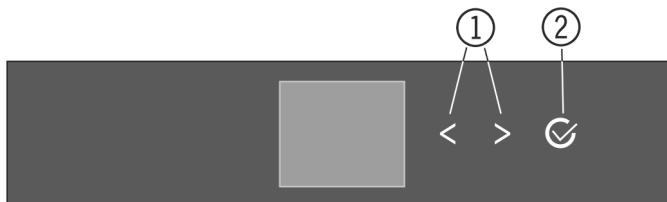
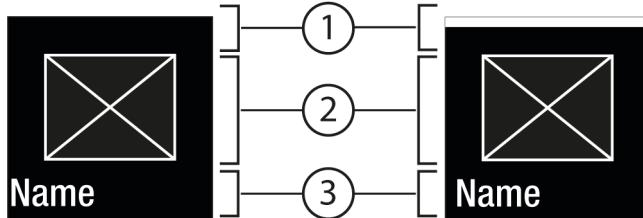
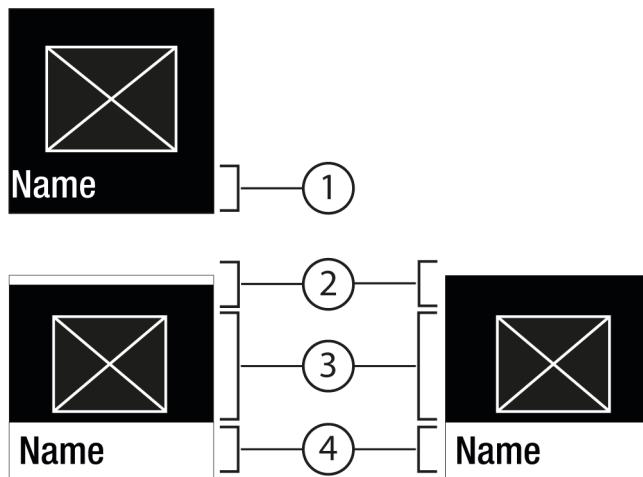

Fig. 5
Fig. 6
Fig. 7
- (1) Навигационная стрелка влево / вправо
- (2) Подтвердить
#### Навигационная стрелка влево / вправо Fig. 5 (1):
#### Подтвердить Fig. 5 (2):
- Навигация при помощи навигационной стрелки влево / вправо Fig. 5 (1).
- С помощью Подтвердить Fig. 5 (2) вызвать Подменю Fig. 7 (4).
- Установка нового значения: С помощью Подтвердить Fig. 5 (2) выбрать деактивированное значение Fig. 6 (1).
- Назад в меню: С помощью Подтвердить Fig. 5 (2) выбрать уже активированное значение Fig. 6 (2).
- Навигационные стрелки Fig. 5 (1) нажмите до тех пор, пока не появится индикация функции .
- Нажмите на Подтвердить Fig. 5 (2).
- Навигационные стрелки Fig. 5 (1) нажмите до тех пор, пока не появится индикация функции.
- С помощью навигационных стрелок Fig. 5 (1) выберите значение настройки.
- Состояние: активировано Fig. 6 (1) появляется недолго в Подменю Fig. 7 (4).
- ▶ Нажимайте навигационные стрелки *Fig. 5 (1)* до тех пор, пока не появится индикация настроек .
- ▶ Нажмите на Подтвердить *Fig. 5 (2)*.
- ▶ Нажимайте навигационные стрелки *Fig. 5 (1)* до тех пор, пока не появится индикация требуемой настройки.
- ▶ Нажмите и удерживайте в течение 3 секунд Подтвердить *Fig. 5 (2)*.